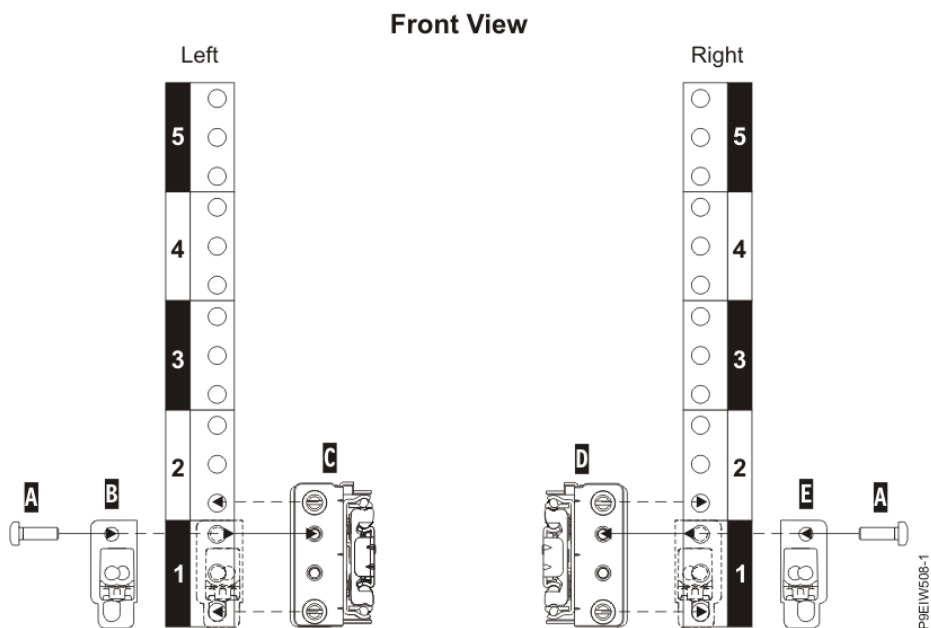

图 3 机柜前面固定导轨
2. 在机柜前面，在左前和后边的角轨单元定位左侧导轨（C），如图 3 所示。
5. 将支架（B）扣在角轨前面，参见图 3。
7. 重复 1 到 6 步骤，安装右侧导轨（D），参见图 3，右导轨在内侧前部有 R 标记。